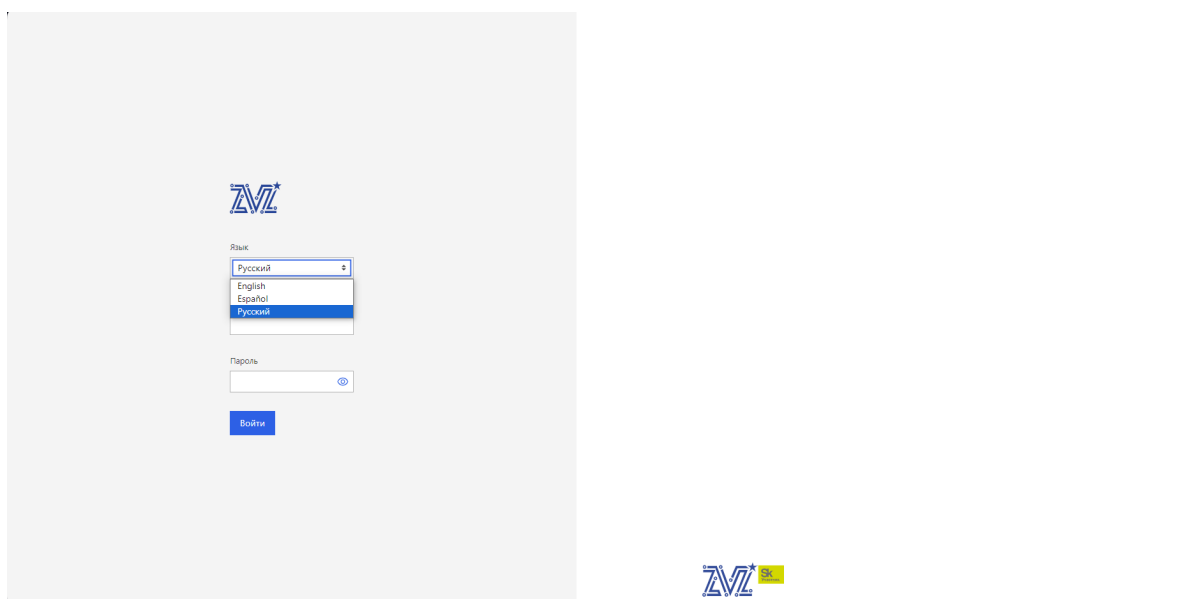

Рис. 77. Окно «Журнал событий»
- 1) Подключитесь в BMC-консоль оборудования (Журнал событий Altair Z). Во вкладке «Язык» выберите «Русский». Окно показано на рис. 77 Окно «Журнал событий»